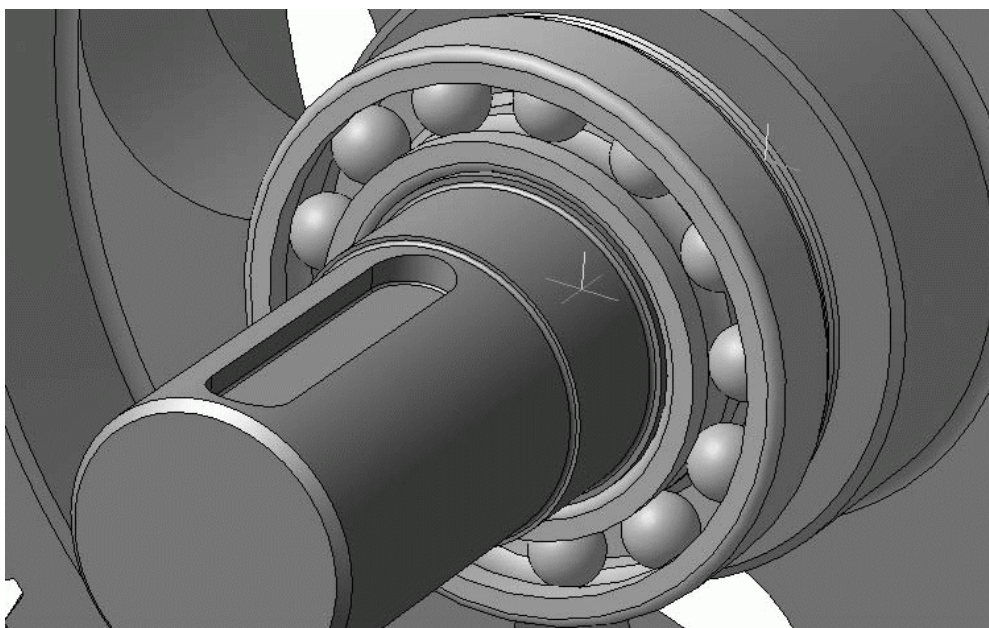

Рис. 3.115. Подшипниковый узел ведомого вала
10. После вставки подшипника создайте сопряжение Соосность цилиндрической поверхности его внутреннего кольца и поверхности участка вала под подшипник, а также сопряжение Совпадение объектов между боковой плоской гранью внутреннего кольца и поверхностью выступа на маслоудерживающей крышке, в которую должно упереться внутреннее кольцо подшипника. Первый подшипниковый узел успешно собран (рис. 3.115).